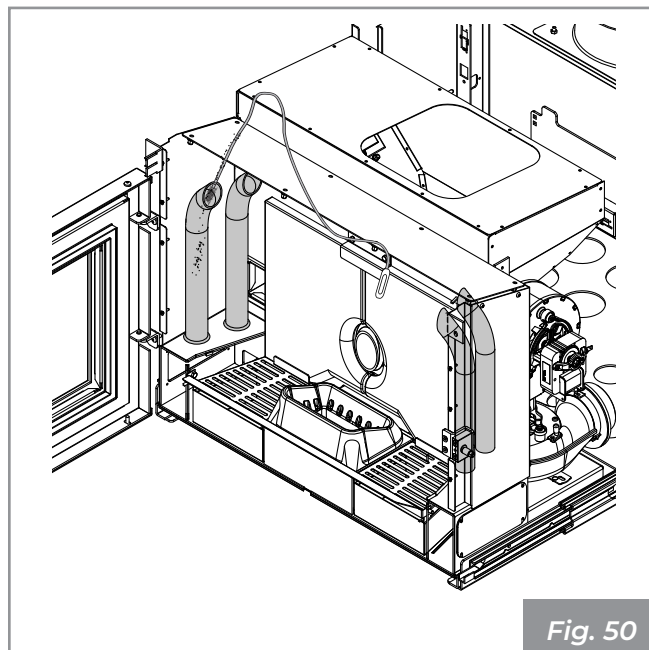

Fig. 50
- Remover los tornillos y las tapas (A), remover las tapas para acceder a los colectores (Fig. 50)